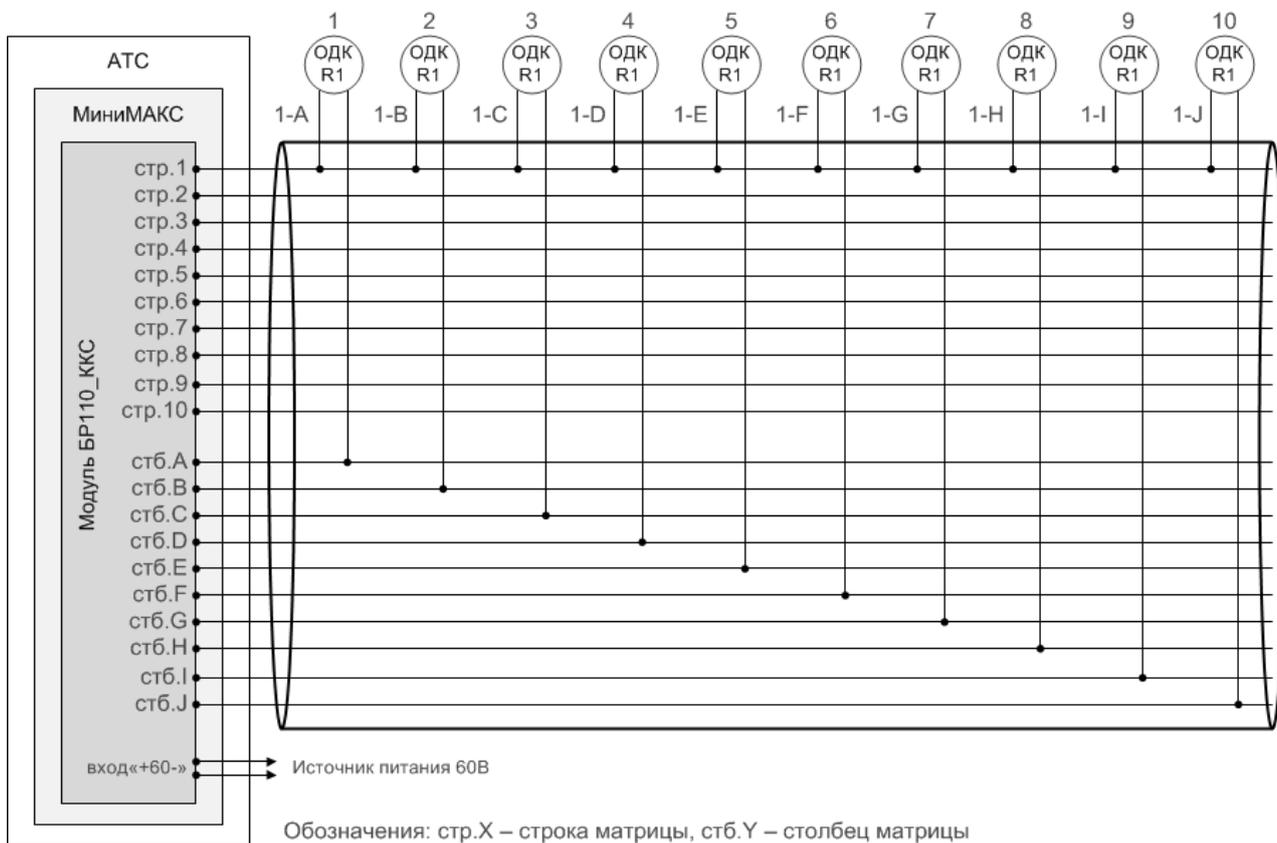

Рис.8.2. Схема подключения 10-парного кабеля к БР110_ККС
8.5. На рис.8.2 показан пример схемы подключения 10-парного кабеля к БР110_ККС. Для наглядности показано подключение только 10 датчиков (задействована только 1 строка, подключенная ко всем столбцам), т. е. только 1/10 от максимального количества для такого кабеля. По аналогии можно составить схему подключения максимального количества датчиков, для пояснения этого в табл.9.1 указаны номера датчиков, подключенных на пересечении соответствующих строк и столбцов матрицы.